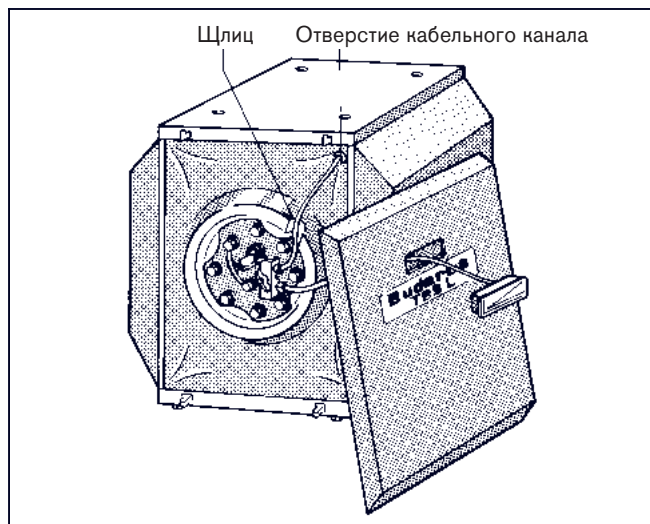

Рис. 7
- Вытянуть датчик у отверстия кабельного канала передней стенки бойлера и подвести к креплению датчика у крышки ручного отверстия (рис. 7).
- Вставить термометр ГВС\* (FB) спереди, через вырез кожуха передней стенки, и вставить корпус термометра в вырез (рис. 7).
- Раскрутить провод датчика и проложить в шлиц теплозащиты к креплению датчика у крышки ручного отверстия (рис. 7).